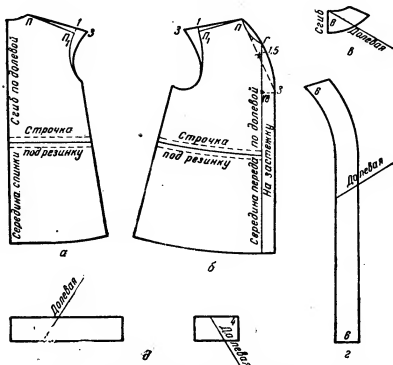

Рис. 178. Нанесение линий фасона халата с цельнокроеным коротким рукавом:
**С п и н к а.** От точки  $P_1$  (рис. 178,а) вверх откладывают 1 см, затем кладут линейку на точку П и точку 1 и проводят линию плеча так, чтобы она была на 3 см дальше точки 1. От точки 3 вычерчивают от руки пройму вогнутой линией. Линию талии спинки делают под резинку.
**Полочка.** От точки  $P_1$  вверх (рис. 178,б) откладывают 1 см, затем кладут линейку на точку П и точку 1 и проводят линию плеча дальше точки 1 на 3 см (длина рукава). От точки 3 вычерчивают от руки пройму вогнутой линией.
укладывают также серединой переда на долевую нить. Затем прибавляют на швы по установленным правилам и раскраивают. После раскроя спинки и полочки подкраивают обтачку горловины спинки (рис. 178, в) и подборт (рис. 178, г).
Ширина бейки для обтачки горловины и борта 6 см. Подкрой бейки производят по крою изделия. Ширина бейки для обтачки проймы и кармана — листочки — 4 см (рис. 178, д).
Кофточка, которая дополняет сарафан, может быть скроена по верху халата с коротким цельнокроеным рукавом (см. рис. 178) и также отделана подкройной бейкой.